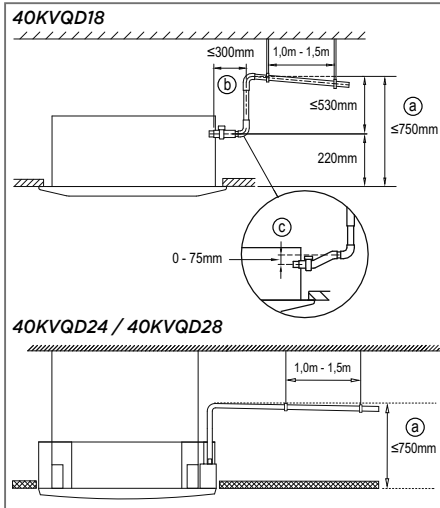

FIG. 33
- Se a saída do tubo de drenagem for mais alta do que a junta da bomba da unidade, utilize um tubo de elevação para a saída de exaustão da un. interna. O tubo de elevação deve ser instalado a uma altura menor que 750mm em relação ao teto/forro ("a" na Fig. 33) e a distância entre a unidade e o tubo de elevação deve ser inferior a 300mm ("b" na Fig. 33). Caso a instalação não seja feita de maneira correta poderá causar retorno de água para a unidade e possível transbordamento (un. interna "gotejando").
- Para evitar bolhas de ar, mantenha a mangueira de drenagem nivelada ou ligeiramente elevada (não mais que 75mm - detalhe "c" na Fig. 33).